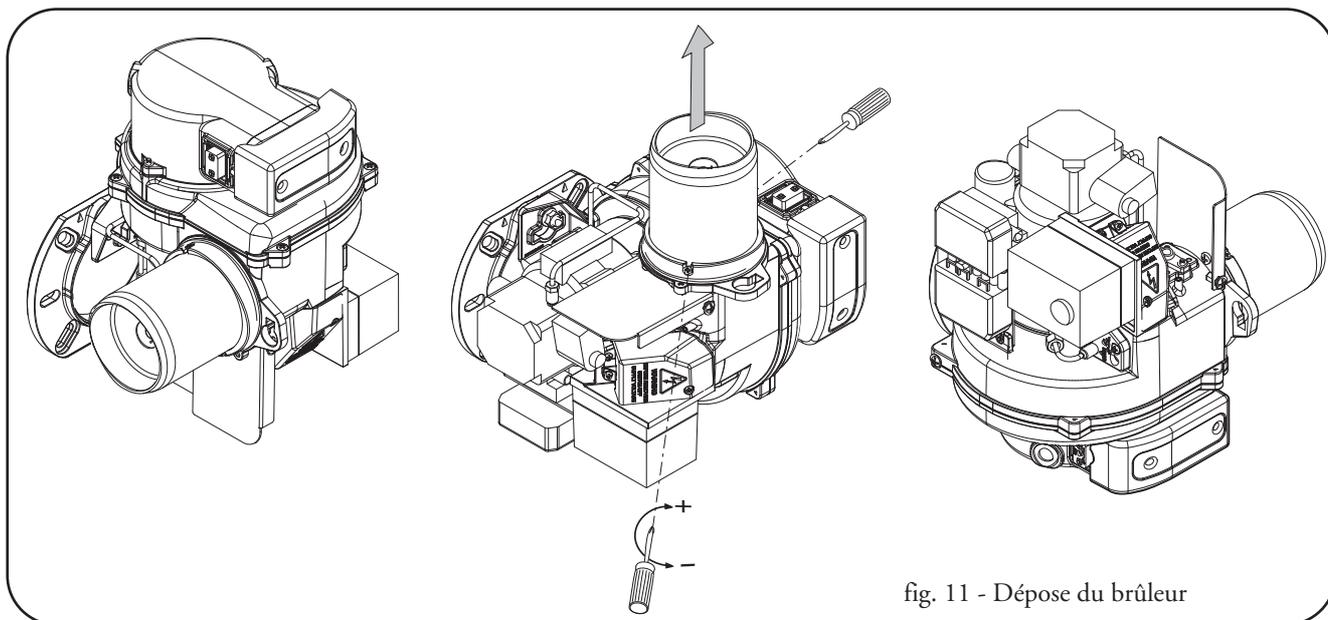

fig. 11 - Dépose du brûleur
- Voir fig.11 page 8 pour dépose du brûleur.